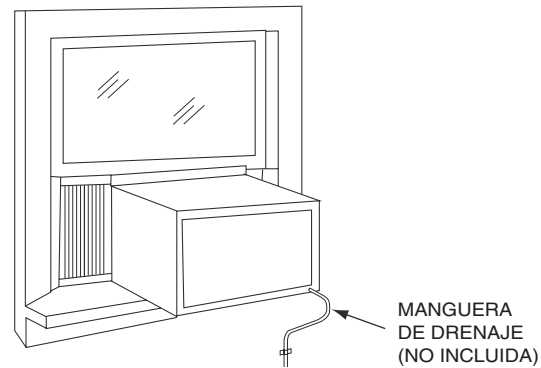

FIGURA 18 — MANGUERA DE DRENAJE PROVISTA POR EL INSTALADOR
23. La unidad está diseñada para evaporar la condensación en condiciones normales. En condiciones extremadamente húmedas, el exceso de condensación puede rebosarse de la bandeja y salir por la unidad. Se puede instalar una manguera (provista por el instalador) en la boquilla de drenaje para que la condensación salga de la unidad. Vea la Figura 18.